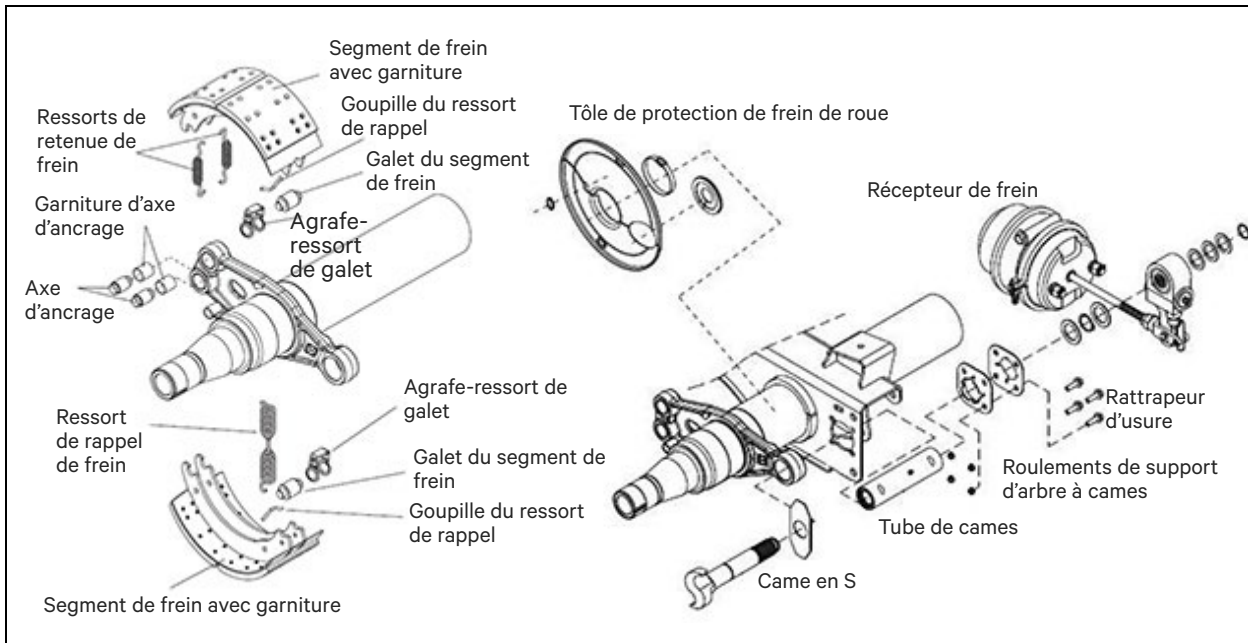

Figure 40 – Identification des composantes de frein type
Il devrait aller de soi que des freins bien entretenus et fonctionnels sont un élément essentiel de l'utilisation sûre et efficace de toute remorque. Toutes les remorques à plateau et à plateau surbaissé sont équipées de freins à tambour pneumatiques sur chaque essieu. La Figure 40 montre les principales composantes des freins de base. Ces composantes sont :
- i. tambour de frein (absent de la Figure 40);